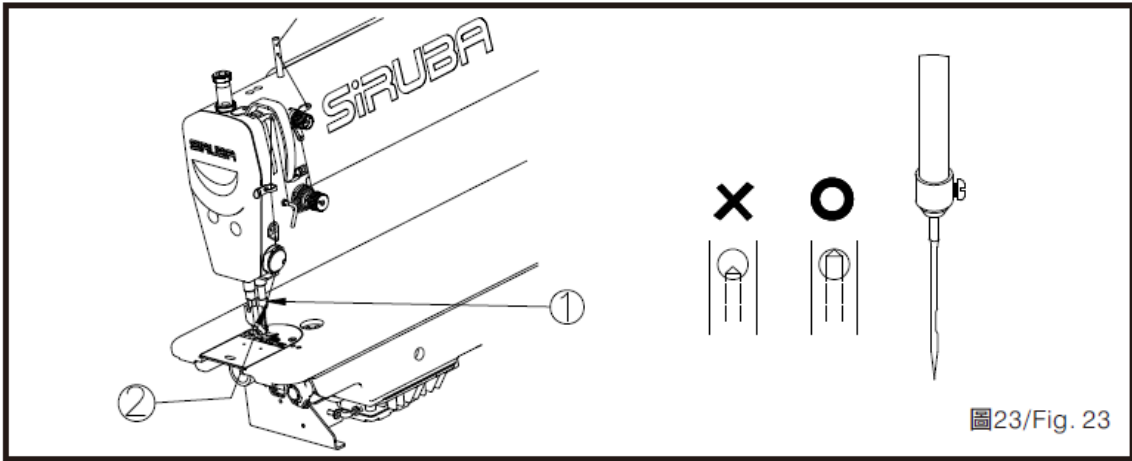

Fig. 23
8. Alterações de agulha (Fig.23).